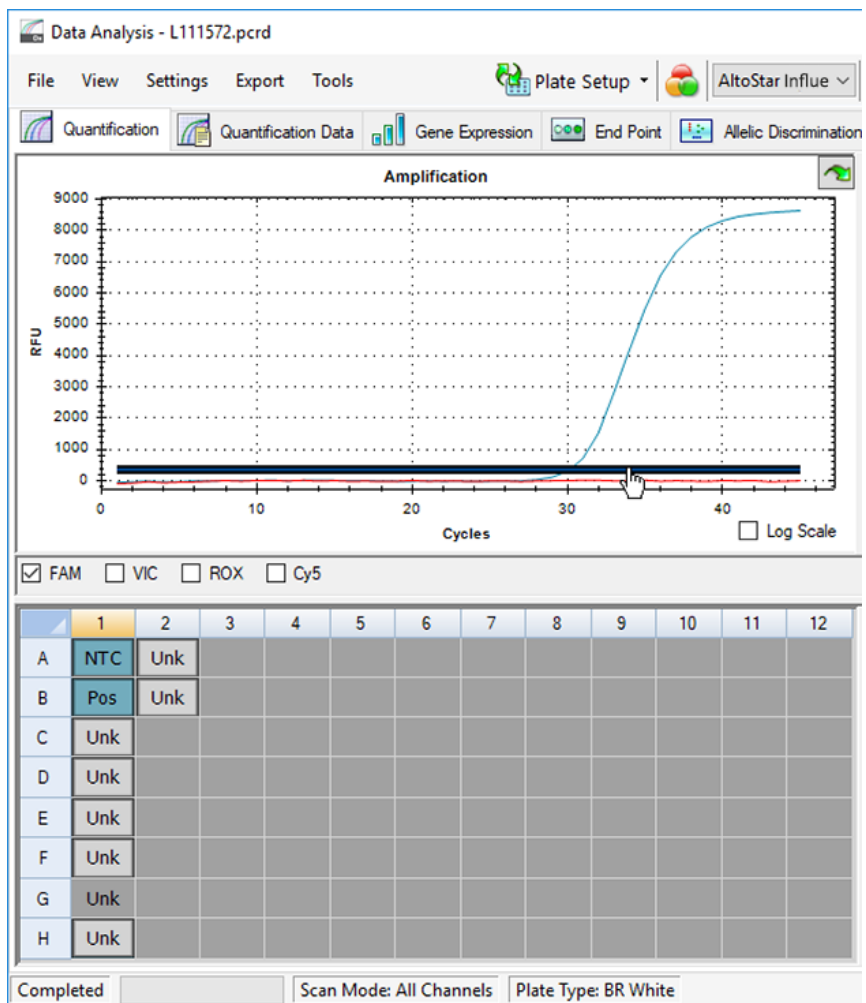

Figure 10: Fenêtre Data Analysis (Analyse des données) : définir le seuil FAM™
5. Sur la gauche de la fenêtre Data Analysis (Analyse des données), décochez la case **VIC** et cochez la case **FAM** pour le canal de détection ciblé du virus de la grippe A (voir la figure 10).
- Sélectionnez uniquement les puits contenant le NTC et le PC sur la représentation visuelle de la plaque dans la fenêtre Data Analysis (Analyse des données) (voir la figure 10).
- Faites glisser le seuil situé bien au-dessus du signal du NTC dans la zone exponentielle du signal du PC (voir la figure 10).